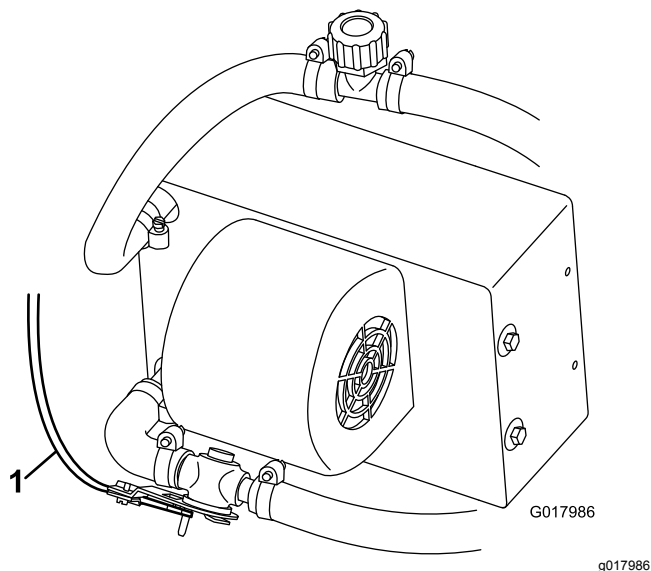

Figure 24
8. Acheminez et connectez le câble de commande de chauffage à la vanne de chauffage (Figure 24).